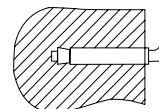

Рис. 2
- После выбора места монтажа определите места под два крепежных болта с крюками (в зависимости от спецификации выбранного изделия). Используя монтажный шаблон на коробке изделия проделайте в стене два отверстия необходимой глубины с помощью сверла размером, соответствующим размеру крепежных болтов, вставьте винты, поверните крюк вверх, плотно затяните гайки, а затем установите на него электрический водонагреватель (см. рис. 2).